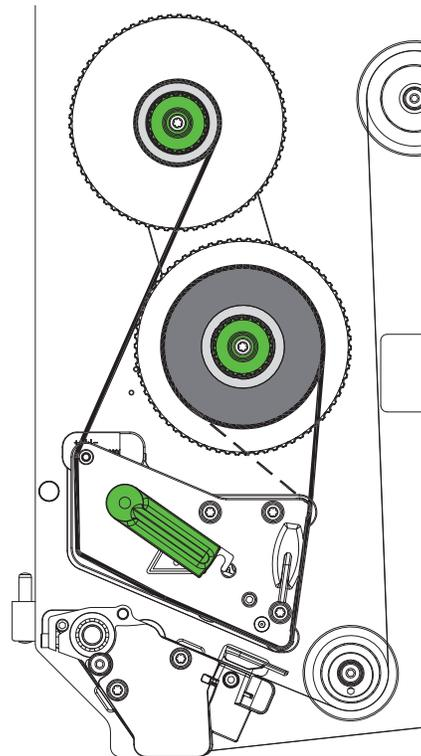

Bild 18 Transferfolienlauf
2. Hebel (6) gegen den Uhrzeigersinn drehen, um den Druckkopf anzuheben.
3. Transferfolienrolle (3) so bis zum Anschlag auf den Abwickler (4) schieben, dass die Farbbeschichtung der Folie nach dem Einlegen auf der dem Druckkopf abgewandten Seite liegt.
4. Abwickler (4) festhalten und Drehknopf (5) gegen den Uhrzeigersinn drehen, bis die Transferfolienrolle fixiert ist.
5. Geeigneten Transferfolienkern (1) auf den Transferfolienaufwickler (2) schieben und in gleicher Weise fixieren.
6. Transferfolie wie in Bild 18 durch die Druckmechanik führen.
7. Transferfolienanfang mit einem Klebestreifen am Transferfolienkern (1) fixieren. Hierbei die Rotationsrichtung des Transferfolienaufwicklers gegen den Uhrzeigersinn beachten.
8. Transferfolienaufwickler (2) gegen den Uhrzeigersinn drehen, um den Transferfolienlauf zu glätten.
9. Hebel (6) im Uhrzeigersinn drehen, um den Druckkopf zu verriegeln.